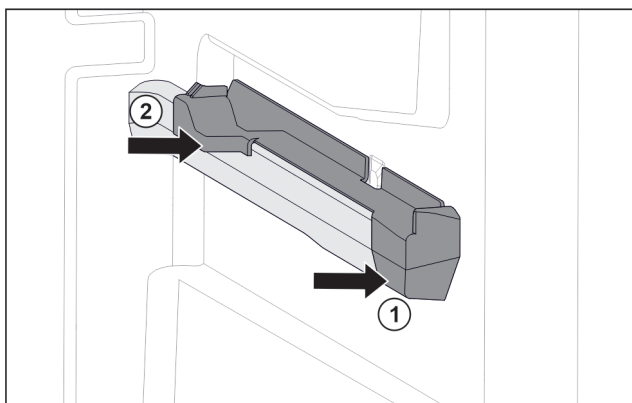

Fig. 49 Вставна частина на правому ребрі для резервуару
- Одягти вставну частину вперед на ребро резервуару. Fig. 49 (1)
- Притиснути вставну частину позаду. Fig. 49 (2)